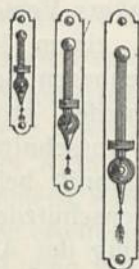

Abb. 16.
*libellen* sind nicht empfehlenswert. Die unter der Bezeichnung „Vedo“ von *Walz-St. Gallen* gelieferte *Wasserwage* ist in einem hölzernen, rechtwinkligen Dreieck eingelassen. Sie wird auf die *Mattscheibe* gesetzt und zeigt deren *lot- und wagerechte Stellung* an. Handelt es sich nur um das *Lotrechtrichten* der *Mattscheibe*, so genügt ein **Senkel** (Lot) (Abb. 16), der seitlich am *Mattscheibenrahmen* befestigt wird.